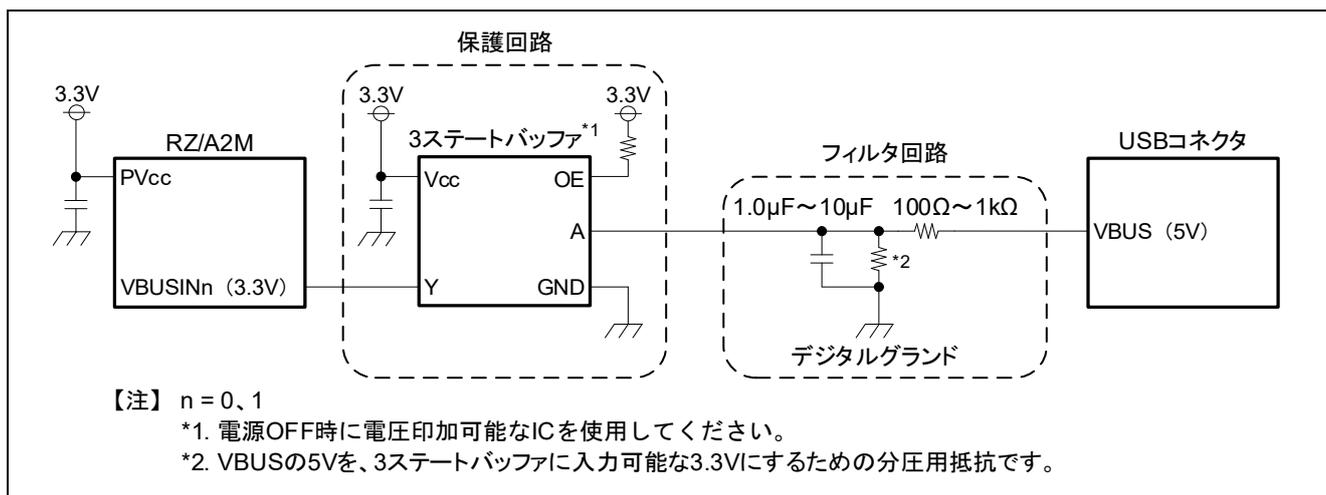

図 5.2 ファンクションコントローラ VBUS 回路例
- RZ/A2M をファンクションコントローラとして使用する場合、RZ/A2M の電源が OFF のときに USB ホストモジュールが接続されると、RZ/A2M の VBUSIN 入力端子に絶対最大定格^{*1} を超過した電圧が印加され、LSI の永久破壊となる可能性があります。これを避けるため、図 5.2 に示す保護回路を参考に、RZ/A2M を保護してください。
10	図 5.2：保護回路を示す点線を追加、CR の位置を変更